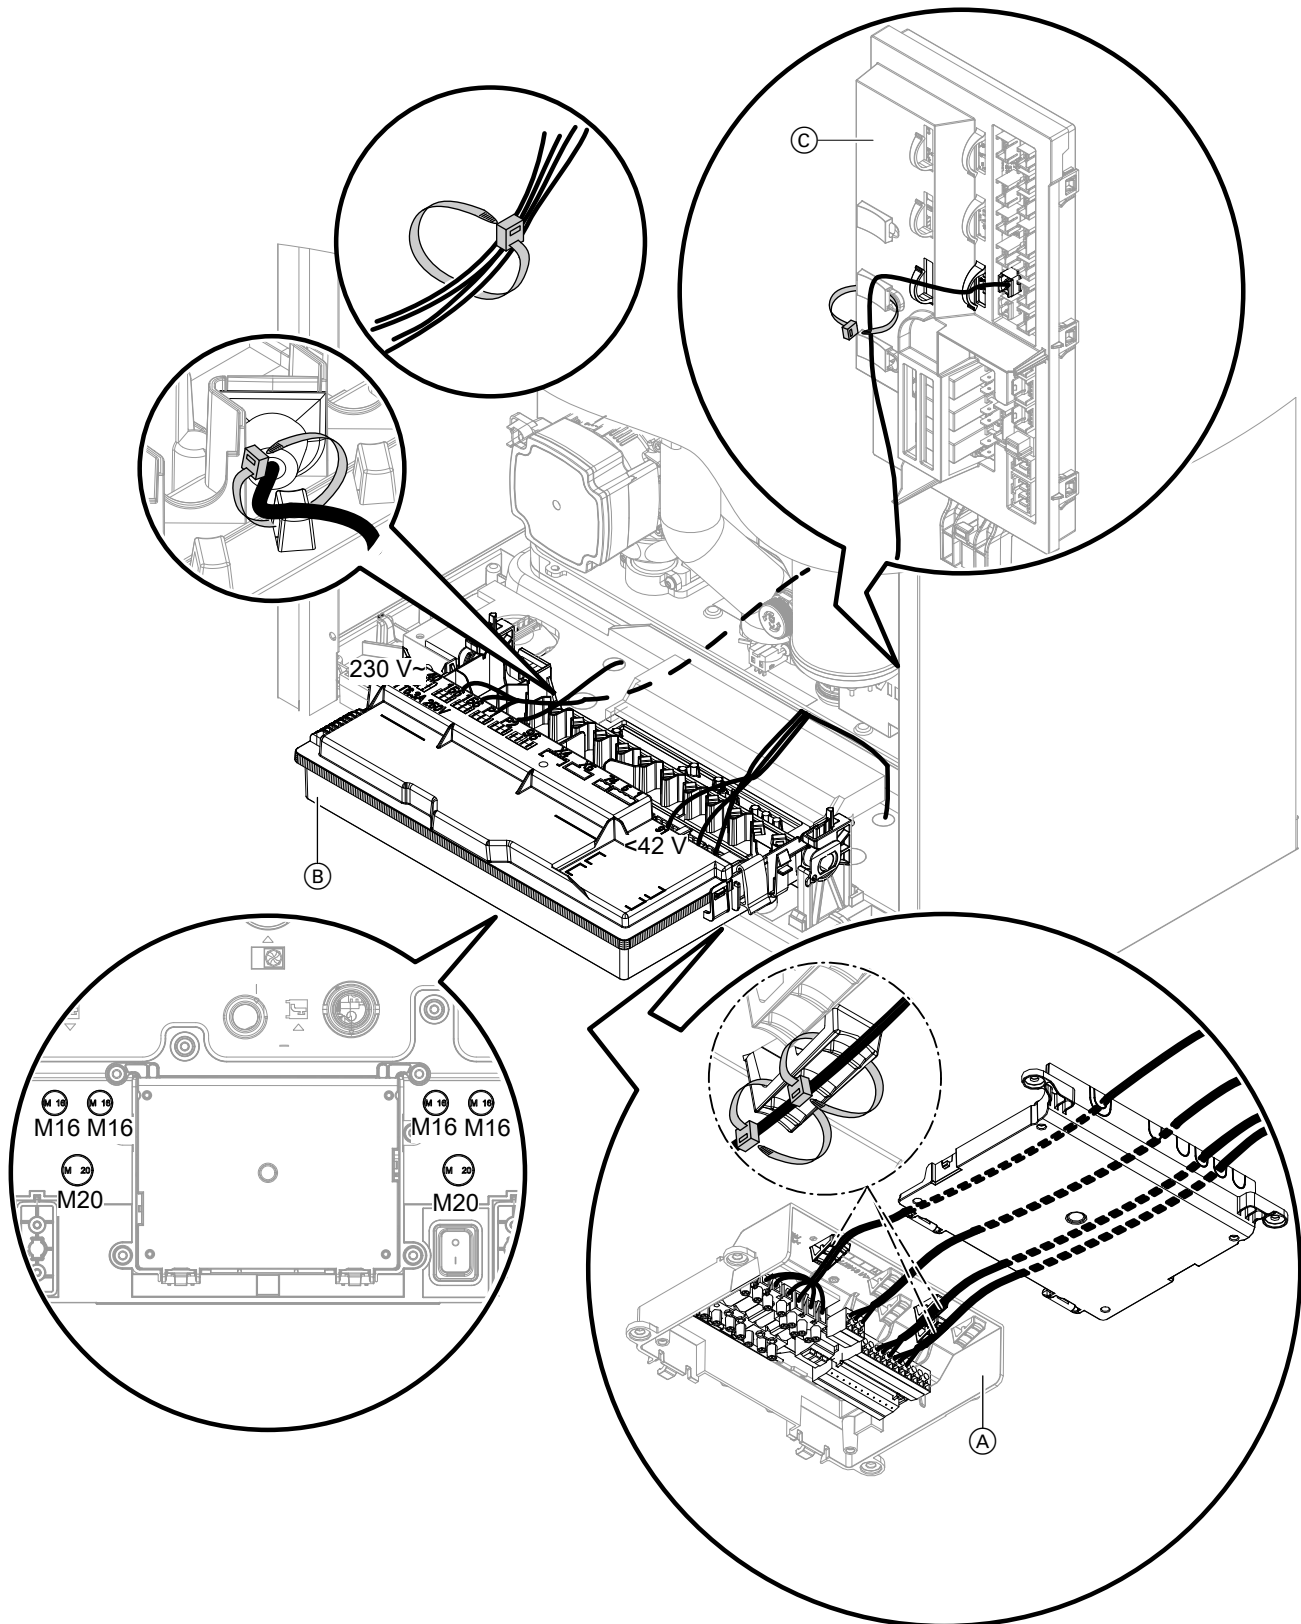

Abb. 37
- Alle Leitungen im Anschlusskasten 230 V~ mit 2 Leitungsbindern zugentlasten: Siehe Abb. 37.